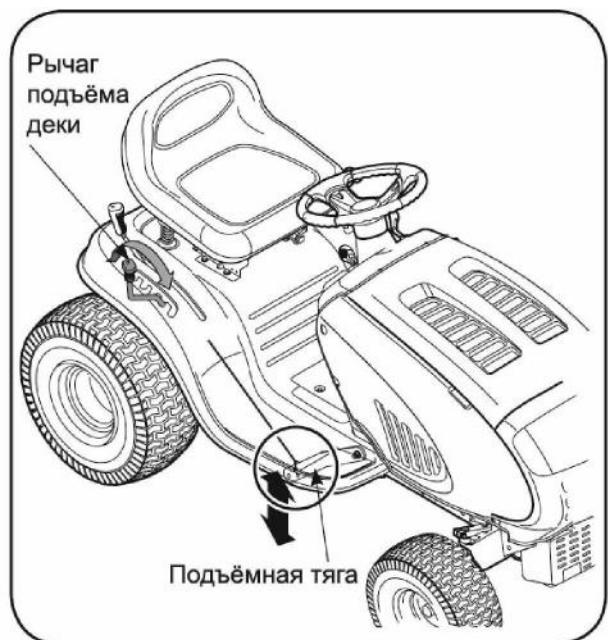

Рис. 13.
3. Передвиньте рычаг подъёма деки трактора в нижнюю прорезь на крыле трактора, позволяя подъёмным тягам упасть, см. Рис. 13.